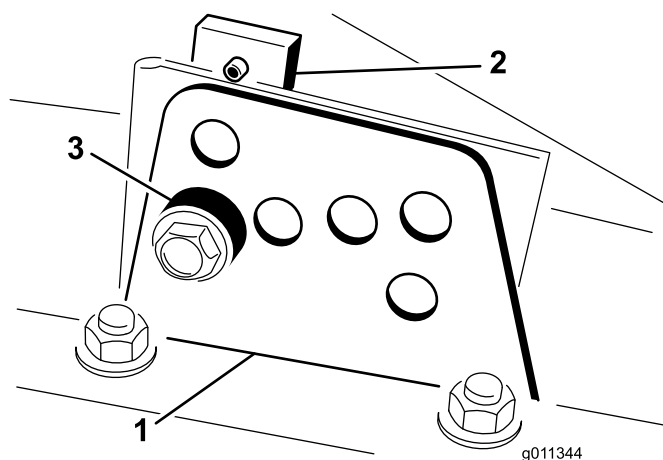

Figure 18
2. Desserrez le boulon qui fixe le support de hauteur de coupe à la plaque de hauteur de coupe (à l'avant et de chaque côté) (Figure 18).